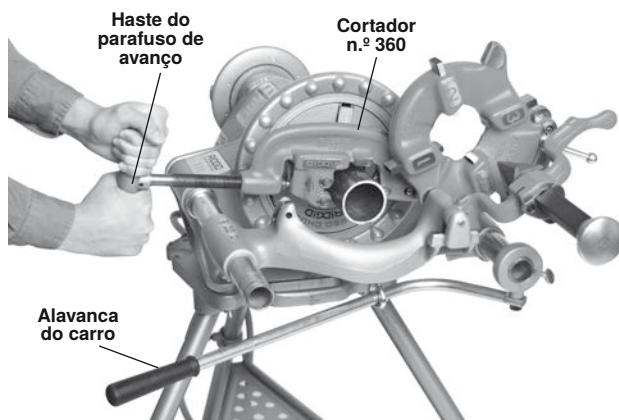

Figura 21 – Corte com a cortadora n.º 360
4. Agarre com as duas mãos a haste de avanço da cortadora de tubos (*figura 21*).